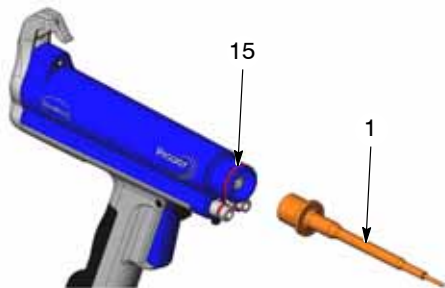

Figura 25 Extracción del soporte de la resistencia
6. Ver la figura 25. Desenroscar el soporte de la resistencia (1) del multiplicador (15).
4. Ver la figura 25. Enroscar el soporte de la resistencia en el multiplicador.